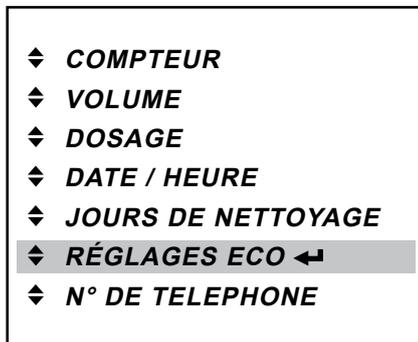

Fig. 43
- Appuyez sur la touche d'entrée ◀, pour afficher le menu «RÉGLAGES ECO» (fig. 43).